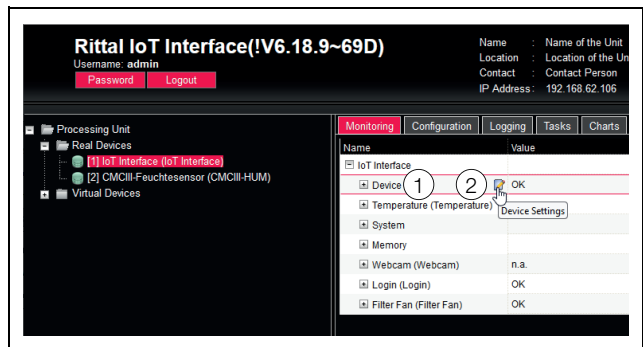

Fig. 26 : sélection de plusieurs paramètres
- Ouvrir uniquement l'élément « Interface IoT » en cliquant sur le signe « Plus » devant cet élément (fig. 26, pos. 1).
- Placer le curseur de la souris à la fin de la première colonne dans la ligne « Device » (fig. 26, pos. 2).